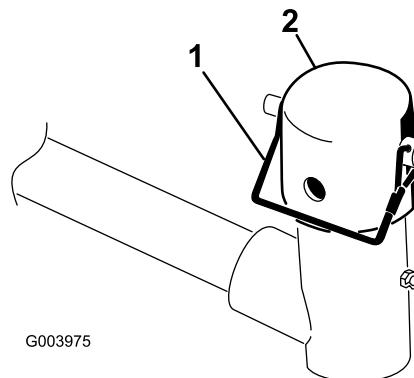

图 6
7. 从提升臂轴枢上拆下锁扣销和中心盖(图6)。
注意 如果需要可偏转的滚刀组可使用槽如果需要滚刀组锁定到位可使用孔图 6。